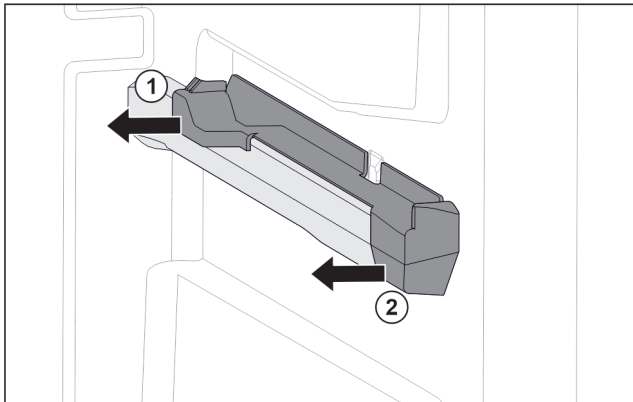

Fig. 79 Pieza de acoplamiento en la nervadura para recipientes derecha
- ▶ Retire la pieza de acoplamiento por detrás lateralmente. Fig. 79 (1)
- ▶ Retire la pieza de acoplamiento por delante lateralmente. Fig. 79 (2)